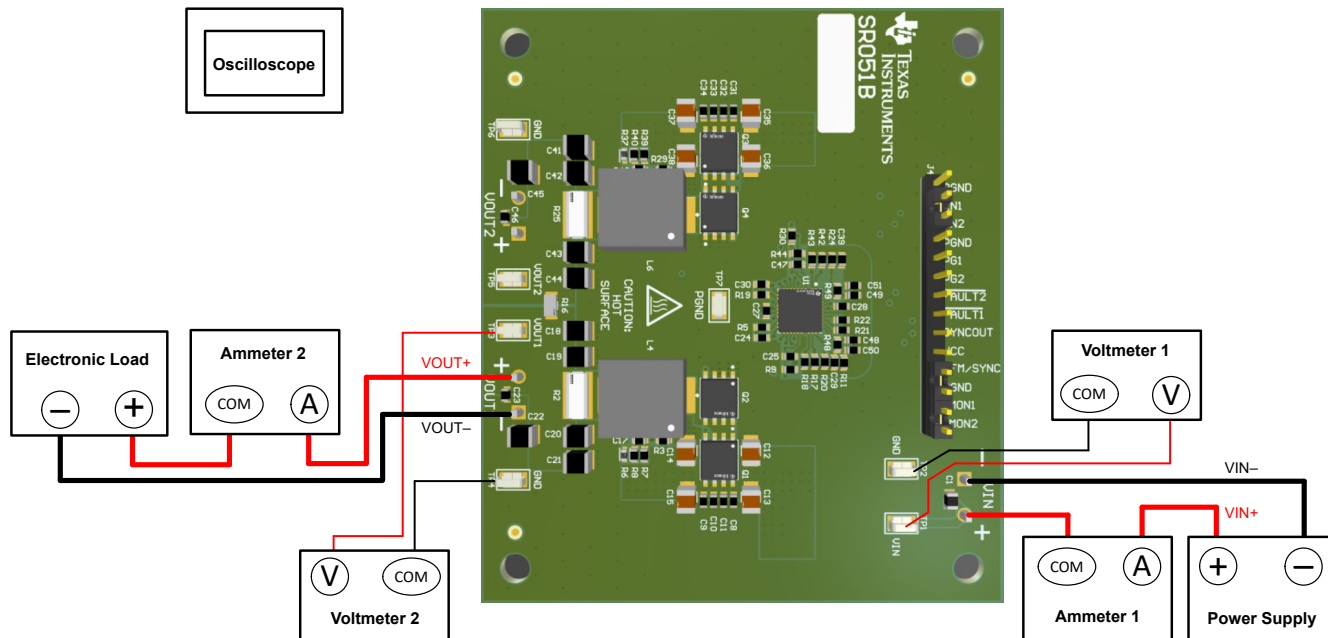

图 2-1. EVM 测试设置
参考表 2-1 中描述的 EVM 接头，使用图 2-1 中推荐的测试装置评估 LM5137F-Q1-EVM12V。在提供 ESD 保护的工作站上工作时，请确保在处理 EVM 之前已连接所有腕带、靴带或垫子以使用户接地。
- 在连接直流输入源之前，将输入电源的电流限值设置为最大 0.1A。确认输入源最初设置为 0V 并连接到 VIN+ 和 VIN - 连接点，如图 2-1 所示。TI 建议使用一个额外的大容量输入电容器，以在使用长输入线路时提供阻尼。